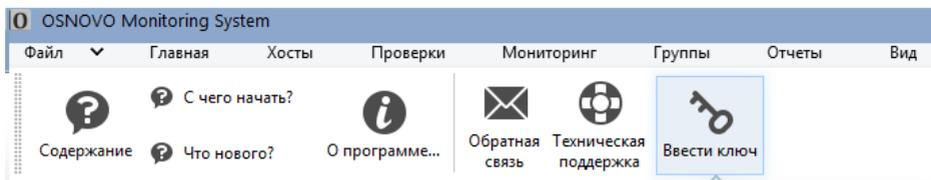

Рис. 13
2) Выберите пункт «Ввести ключ» (рис. 13)